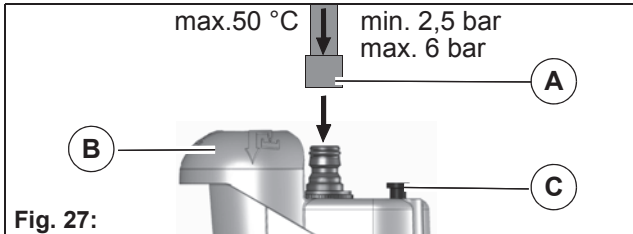

Fig. 27:
1. Fixer le raccordement d'eau **Fig. 27-A**. Ne pas encore ouvrir l'arrivée d'eau !
2. Appuyer sur le bouton de commande **Fig. 27-B**. Le bouton indicateur **Fig. 27-C** dépasse.
4. Lorsque le réservoir est plein, l'unité de remplissage s'arrête automatiquement. Le bouton indicateur **Fig. 27-C** ne dépasse plus.
La machine peut également être remplie manuellement par l'orifice dans le bouton de commande **Fig. 27-B**. Contrôler le niveau de remplissage à l'aide de l'indicateur de niveau de remplissage **Fig. 25-30**.